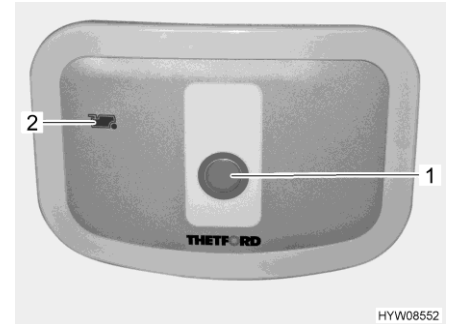

Bild 210 Spülknopf/Kontroll-Leuchte (Thetford-Toilette)
- Zum Spülen den blauen Spülknopf (Bild 210,1) drücken.
Die Kontroll-Leuchte (Bild 210,2) leuchtet, wenn der Fäkalientank entleert werden muss.